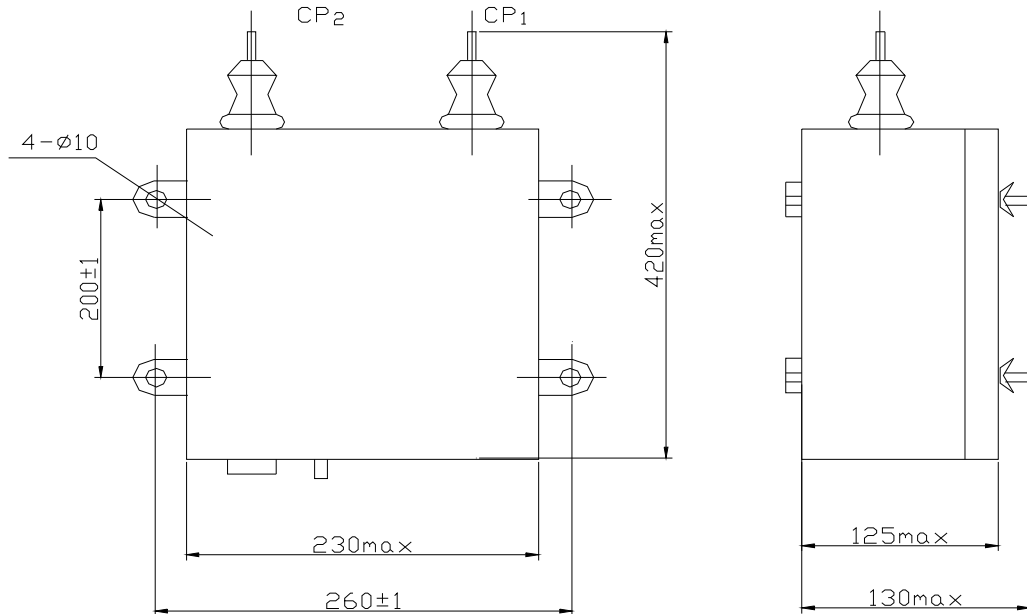

图 1 外形与安装尺寸
- d. 安装通过自身用 M10 六角螺钉安装在 OY 上 外形尺寸与安装尺寸如图 1